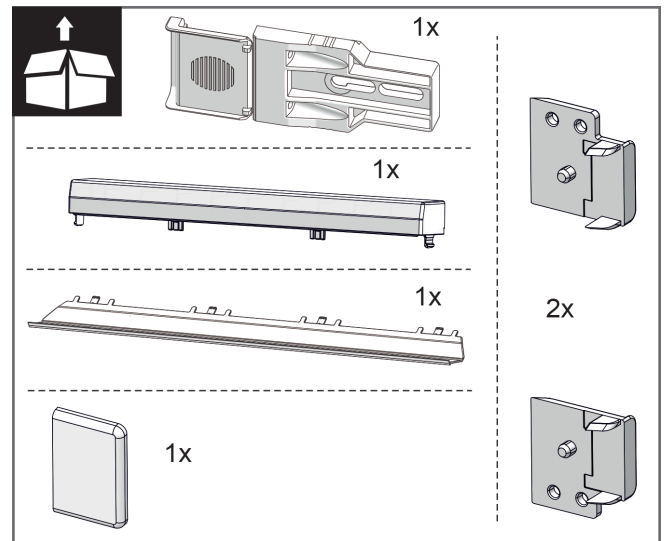
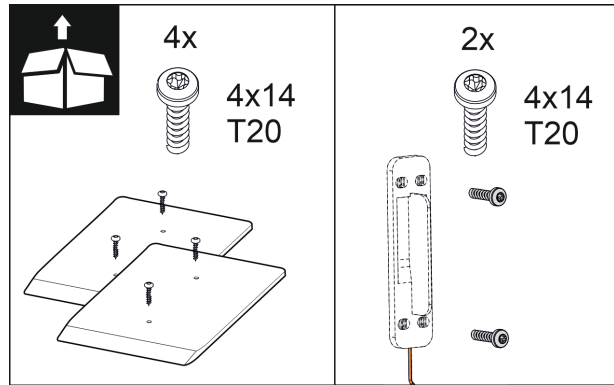

Fig. 10
Fig. 16
2. 检查附件包中的安装部件。Fig. 10 () 至 Fig. 16 ()
附件包中的安装部件 Fig. 10 () 至 Fig. 16 ()